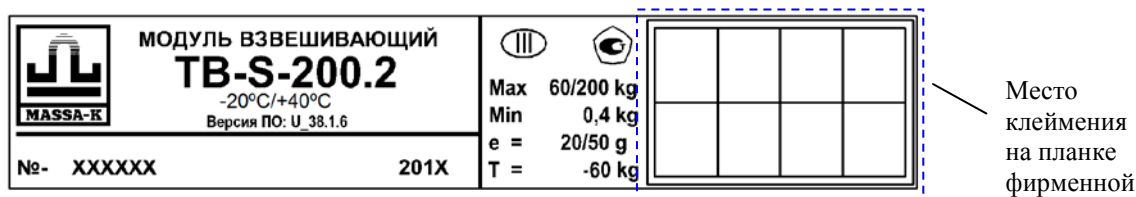
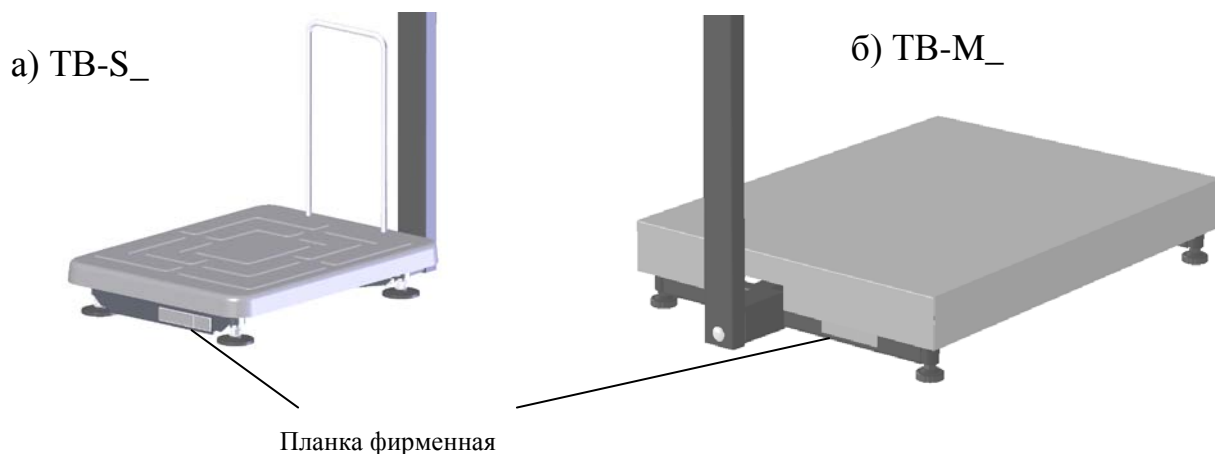

Рис. 14.1 – Планка фирменная
Рис. 14.2 – Местоположение планки
14.1 Метрологические характеристики модуля (класс точности, Max, Min, e, d) определяются согласно значениям, указанным на фирменной планке (Рис. 14.1).
14.4.1 После поверки нанести на планку фирменную модуля (Рис. 14.1, Рис. 14.2) оттиск поверительного клейма.